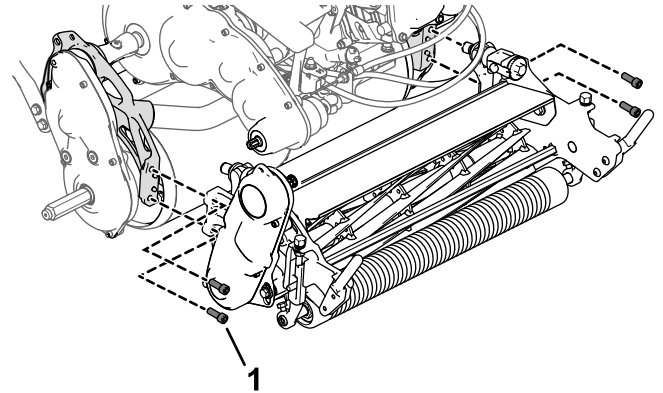

図6
1. ソケットヘッドねじ4本でカッティングユニットを機体に取り付ける 図6。